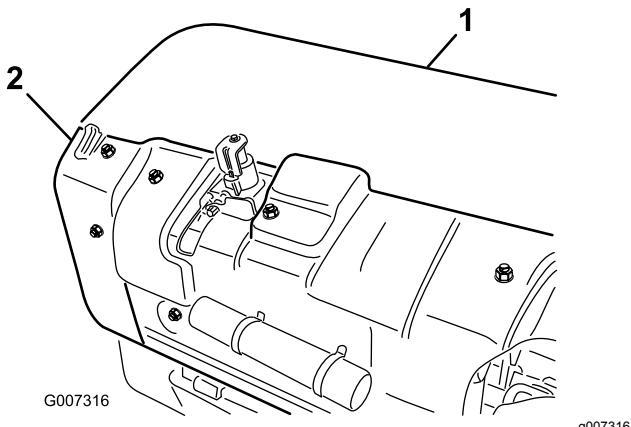

Figura 34
- A. Retire la tapa del cabezal de perforación trasero (Figura 34).
- B. Retire las tuercas de montaje del protector de la polea, y retire el protector (Figura 34).